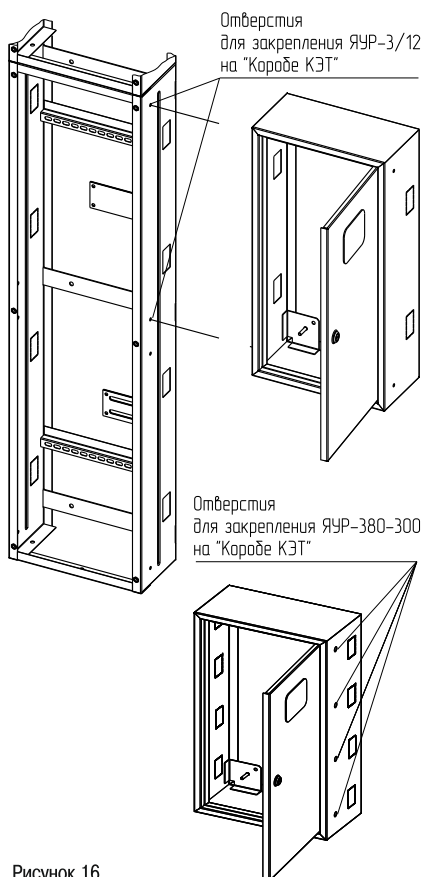

Рисунок 16
4.3.9 Присоединить ЯУР /ЯУ к Коробу среднему КЭТ (1.2) и закрепить с помощью двух болтов М6×16 (3.1), шайб 6.019 (3.3), шайб 6.65Г (3.4) и гайки М6 (3.2) (рисунок 16). Болтовое соединение согласно приложению А. Вырезанные окна в Коробе среднем КЭТ (1.2) и ЯУР/ЯУ должны совпасть.